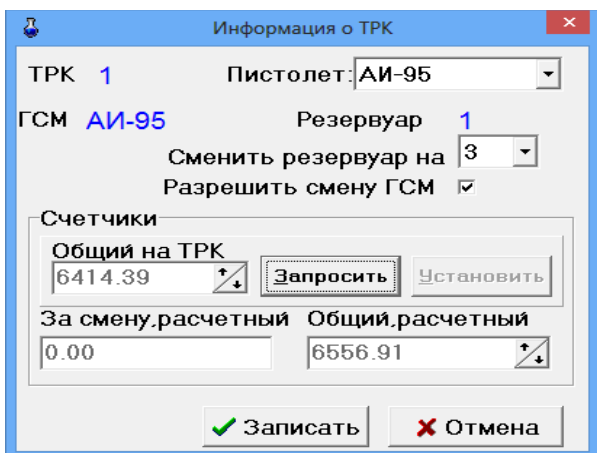
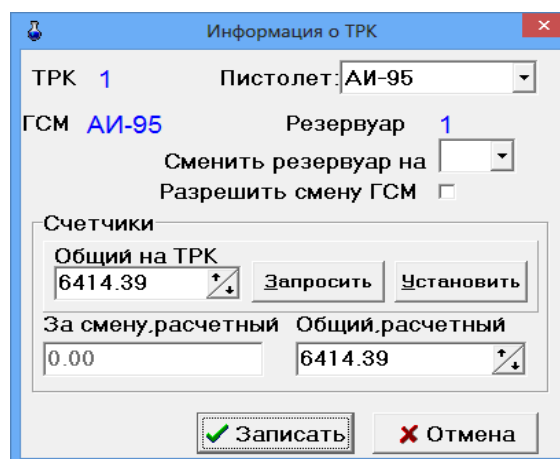

Рис. 27
Рис. 28
Для выбора ТРК щелкните на строке с номером ТРК или наберите «Ctrl+Y» (где Y - номер используемой ТРК (цифры 1, 2, 3 и т.д.)). На экране появится окно «Информация о ТРК» (рис.27).
Для интеллектуальных ТРК (имеющих электронный счетчик), при повешенном пистолете можно посмотреть общее (физическое) значение электронного счетчика ТРК (если в программе конфигурации не стоит настройка «Считывать электронные счетчики с ТРК, щелкните кнопку «Запросить»(рис.27). Появившееся значение общего счетчика с ТРК и расчетное значение общего счетчика должны совпадать (рис. 28). При наличии настройки «Считывать электронные счетчики с ТРК», значения считываются автоматически (кнопка «Запросить» не активна).
**Внимание!** Под администратором можно дать возможность изменения общего расчетного счетчика ТРК старшим оператором (рис.28а). Настройка сохраняется сразу, без всяких подтверждений при закрытии окна «Информация о ТРК».
Рис.28а